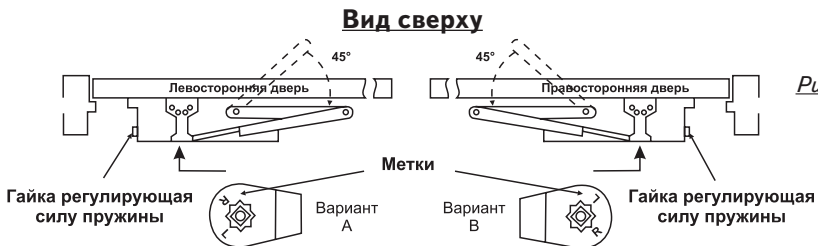

Рис. 6
- 5.7. Отрегулируйте длину изменяемого рычага так, чтобы он был параллелен коробке (см. рисунок 6);